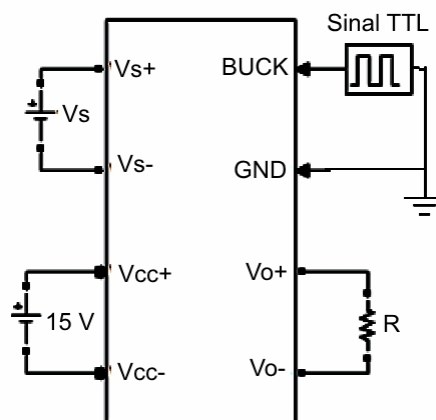

Fig. 3. Conexões do chopper reversível em modo step-down (PAIVA, 2013).
- Conecte entrada de 12 V nos terminais $\pm V_s$ (parte alta) conversor DC-DC (Fig. 3);
- Conecte os terminais $\pm V_o$ (parte baixa) do kit (Fig. 3) em série com a armadura do motor DC e com resistor de medição;
- Conecte a alimentação de 15 V nos terminais $\pm V_{cc}$. Em seguida, conecte os sinais de controle produzidos pelo gerador de funções nos terminais BUCK e GND (Fig. 3);